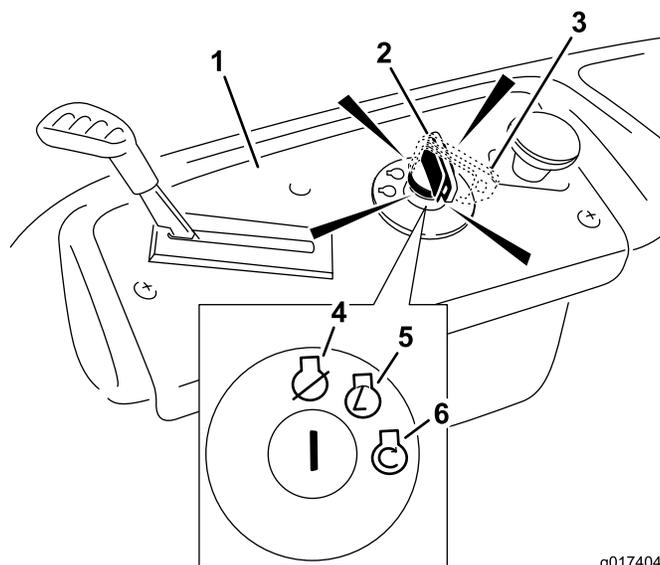

Figure 14
4. Tournez la clé de contact en position de démarrage pour activer le démarreur (Figure 14).
5. Lorsque le moteur démarre, appuyez sur la commande de starter (Figure 14).
3. Tournez la clé de contact en position d'arrêt (Figure 14) et enlevez-la du commutateur d'allumage.